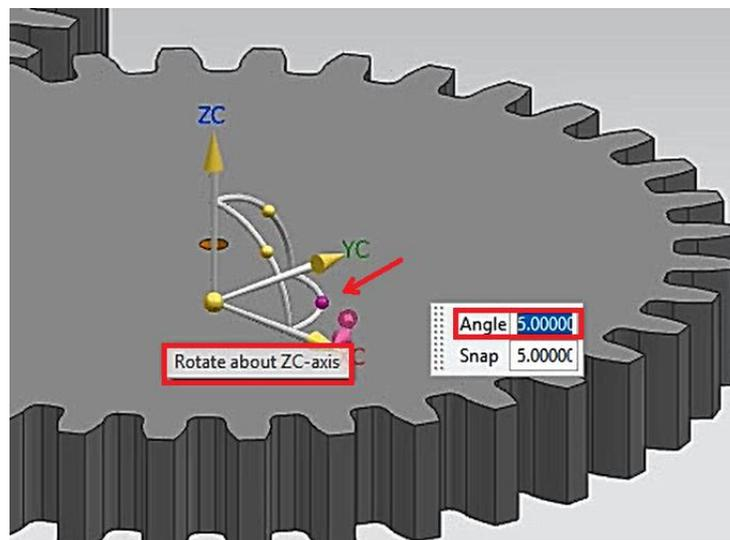

Figura 1.15 Giro 5° en el plano XY.
- En el sistema de coordenadas que aparece en la pieza, seleccionar el giro en el **plano XY** y dar un giro de 5° (Figura 1.15).